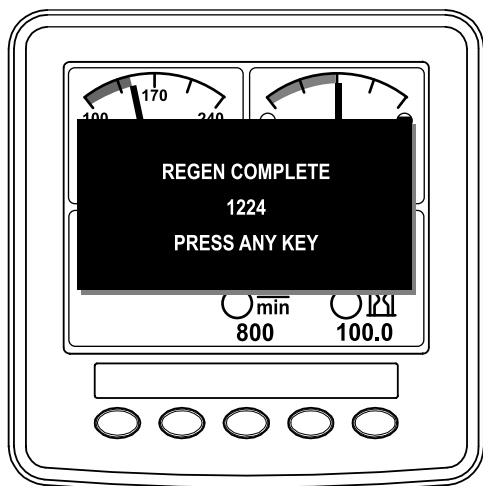

图31
11. 当发动机计算机完成驻车或恢复再生时，InfoCenter（信息中心）将显示 ADVISORY #1224（第 183 号提醒）（图31）。按任意按钮可退出至主屏幕。